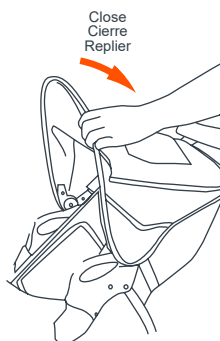

Fig. 11
- 11)** • Para plegar la cubierta: empuje hacia atrás el borde delantero (Fig. 11).